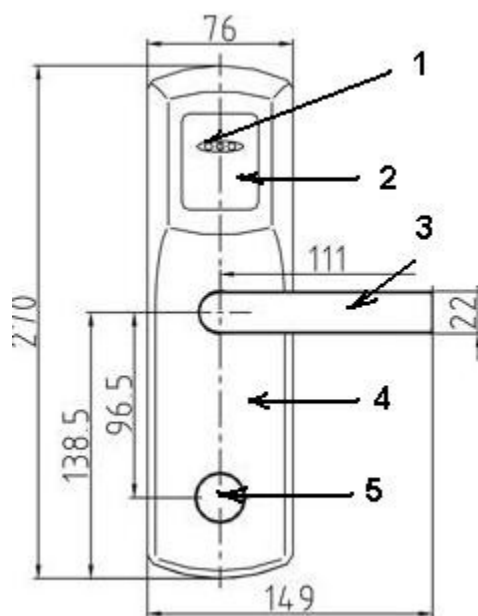

Fig.5
Yala de hotel este destinată echipării ușilor de hotel sau birouri cu un sistem de acces care nu necesită conexiuni electrice (cabluri suplimentare noi îngropate în pereții clădirii). Ansamblul yalei de hotel este format dintr-o parte mecanică (poz. 3-5 din figura 5) și o parte electronică de control acces și semnalizare a stării (poz. 1-2 din fig. 5).
Acționarea clanței dinspre exterior (intrarea în camera de hotel) este imposibilă fără a arma yala cu ajutorul unui card de acces. Pentru armarea (deschiderea) yalei se apropie cardul de acces de cititorul de carduri. Deschiderea yalei este semnalizată prin aprinderea LED-ului verde. În intervalul de timp în care LED-ul verde (poz. 1 din fig. 5) este aprins se poate apăsa pe clanța exterioară cu scopul de a deschide ușa. Dinspre interior ușa se poate deschide oricând se dorește părăsirea camerei de hotel sau pentru evacuare în caz de urgență (incendiu, inundație, ș.a.)
În momentul în care bateriile care alimentează partea electronică sunt aproape consumate, LED-ul roșu clipitor (poz. 1 din fig. 5) se va aprinde de fiecare dată când se apropie de cititor un card de acces. Din acest moment se va asigura funcționarea corectă a yalei pentru minim 24 de ore.
Important: schimbarea bateriilor revine în sarcina beneficiarului final al yalelor de hotel. După schimbarea bateriilor, PENTRU ACTUALIZAREA CEASULUI, se apropie de cititor *Cardul setare timp (înscris cu data și ora actualizate)* și se menține apropiat până când se observă următoarea semnalizare: LED-ul portocaliu (poz. 1 din fig. 5) se aprinde o dată.
1. se apropie de cititor **Cardul setare adresa** și se menține apropiat până când se observă următoarea semnalizare: LED-ul portocaliu (poz. 1 din fig. 5) se aprinde de 2 ori;
2. se apropie de cititor **Cardul setare timp** și se menține apropiat până când se observă următoarea semnalizare: LED-ul portocaliu (poz. 1 din fig. 5) se aprinde o dată.
Se apropie de cititor **Cardul setare timp** și se menține apropiat până când se observă următoarea semnalizare: LED-ul portocaliu (poz. 1 din fig. 5) se aprinde o dată.